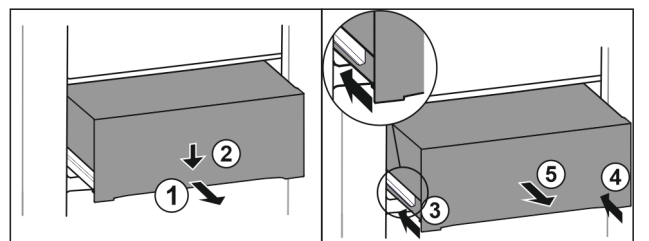

Fig. 112
- Lade er half uittrekken. Fig. 112 (1)
- Schuiflade aan de voorzijde omlaag drukken. Fig. 112 (2)
- Linker rail ca. 2 cm inschuiven. Fig. 112 (3)
- Rechter rail ca. 2 cm inschuiven. Fig. 112 (4)
- Lade naar voren toe verwijderen. Fig. 112 (5)